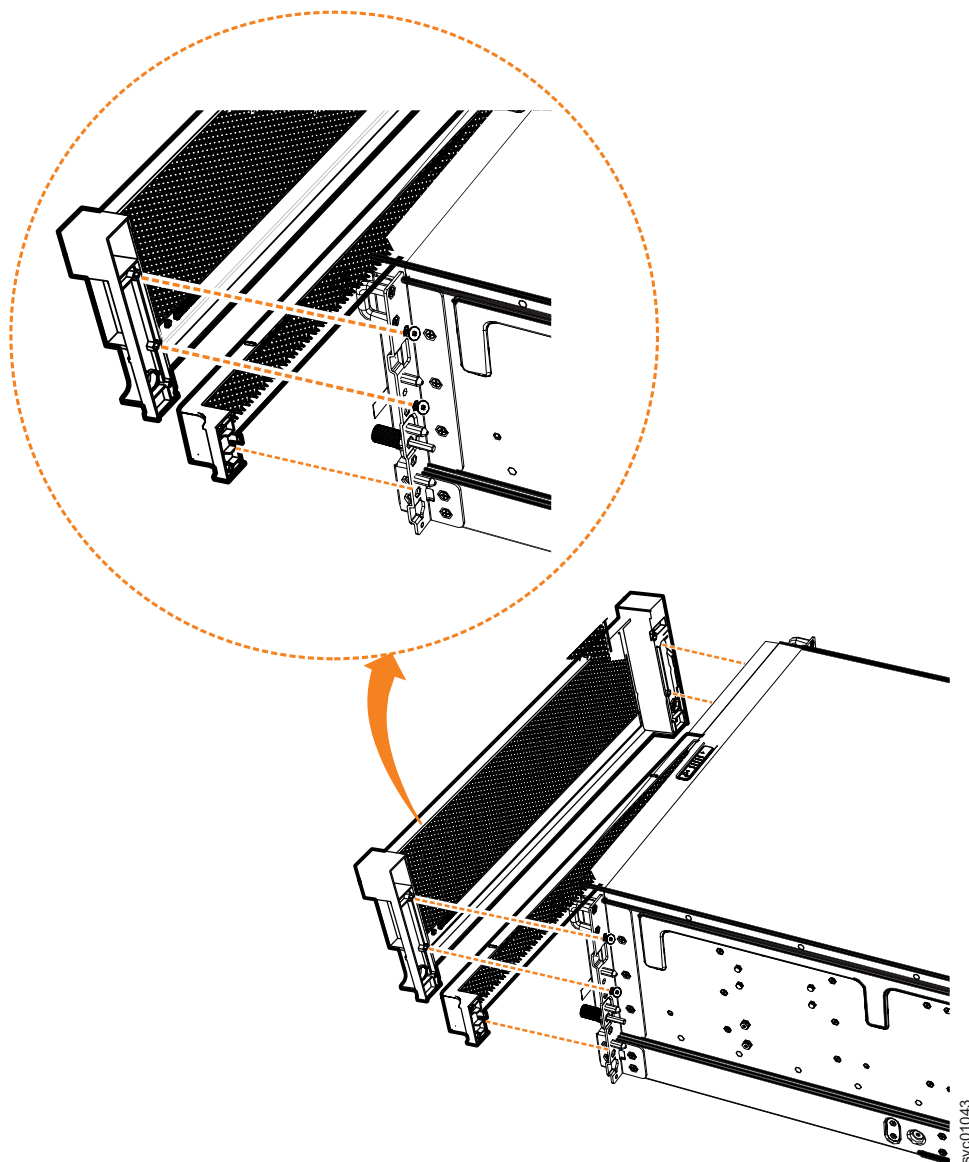

Figure 96. Retirez les composants du panneau du boîtier d'extension
2. Retirez le panneau avant en enlevant les deux vis qui fixent le panneau à la bride de chaque côté du châssis, comme indiqué dans la figure 96, à la page 106.
3. Tirez doucement de chaque côté du panneau de l'unité d'alimentation électrique pour la retirer du châssis, comme indiqué dans la figure 96. Le panneau de l'unité d'alimentation électrique se désengage de l'emplacement et de la broche qui le relie à chaque côté du châssis.